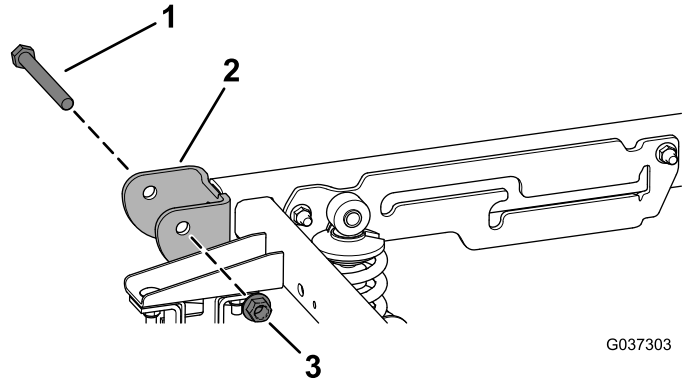

Figura 4
5. Retire os dois parafusos de rebite (1/2" x 4-1/2") e as duas porcas de bloqueio (1/2") do suporte da articulação localizado na traseira da máquina (Figura 4).